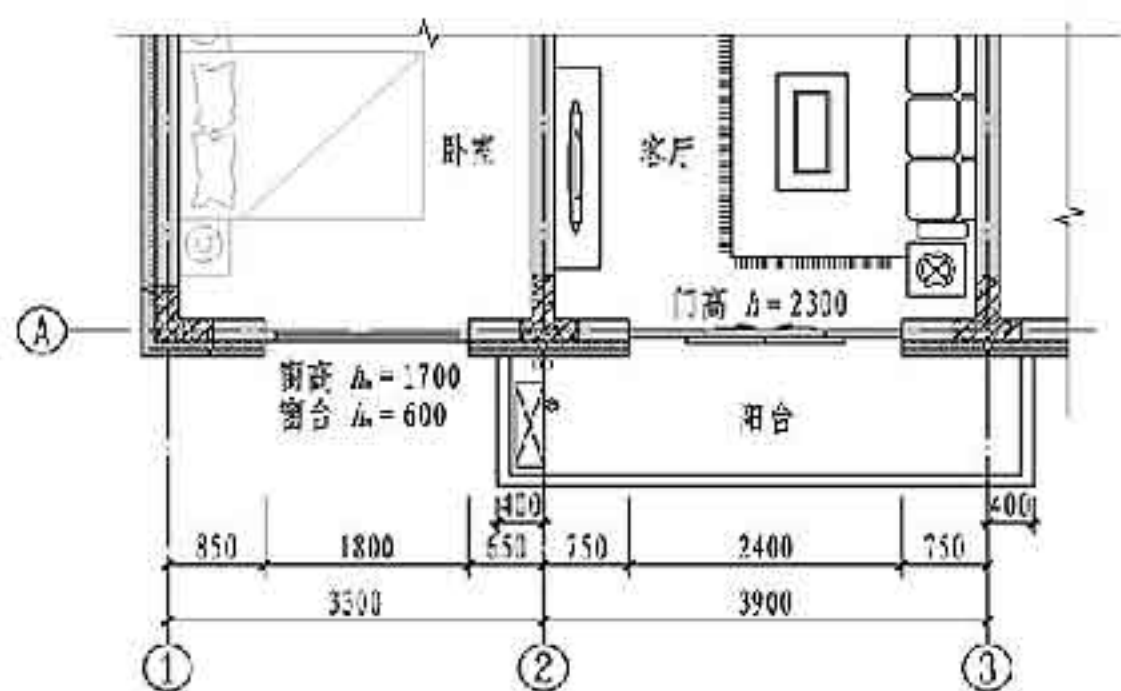
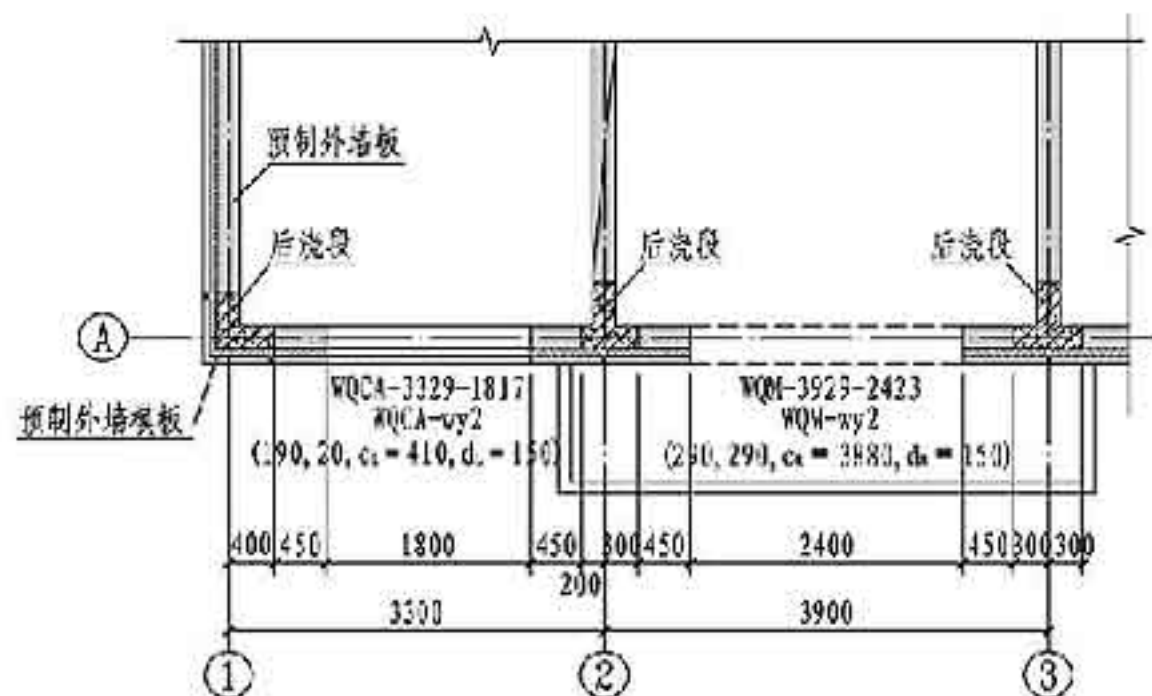

图4 建筑平面图
图5 外墙板选用示例
7.3 选用示例：以图4、图5为例说明预制外墙板的选用方法。
①～②轴间预制墙板选用：
- (1)内叶墙板选用：图中参数①～②轴间内叶墙板与本图集中墙板WQCA-3329-1817的模板图参数对比，将①轴右侧后浇段预留400mm，②轴左侧后浇段预留200mm后，可直接选用。
(2)外叶墙板选用：图中①～②轴间外叶墙板符合WQCA-wy2的构造，从内向外看，外叶墙板两侧相对于内叶墙板分别伸出190mm和20mm，阳台板左侧局部缺口尺寸c为400mm，阳台板厚度为130mm，考虑20mm的板缝，可选用WQC1-wy2(190,20,c_s=410,d_s=150)。详见图4。
②～③轴间预制墙板选用：